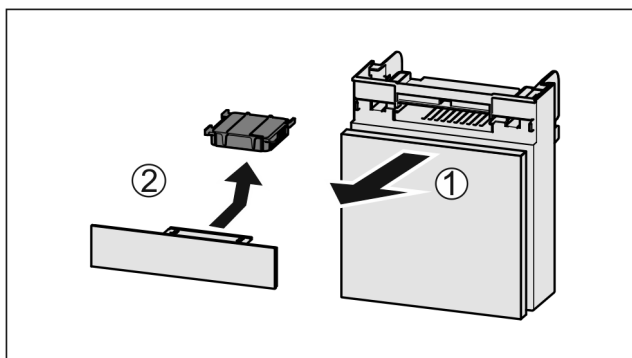

Fig. 238
- Fach nach vorne herausziehen Fig. 238 (1).
- Aktivkohlefilter entnehmen Fig. 238 (2).